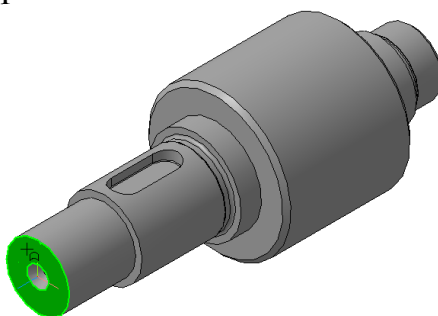

Рис. 5.
9. Укажите плоскую грань на торце детали (рис. 5). Эскиз должен быть в виде вложенного контура.